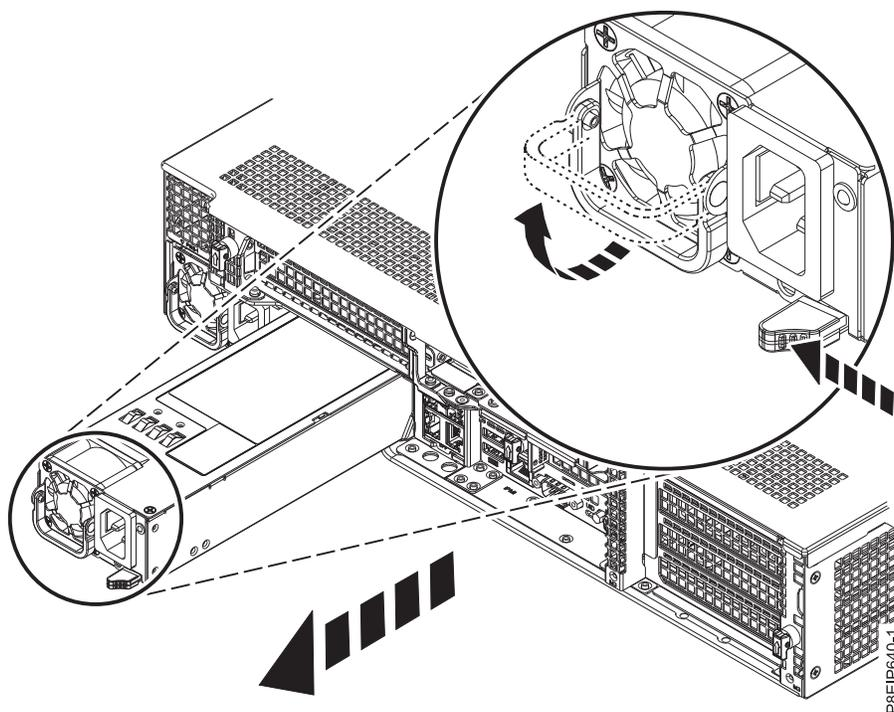

図 93. システムから電源装置を取り外す
- a. システム内の所定の位置から電源装置を取り外すには、ロッキング・タブを左方に押します (図 93 を参照)。